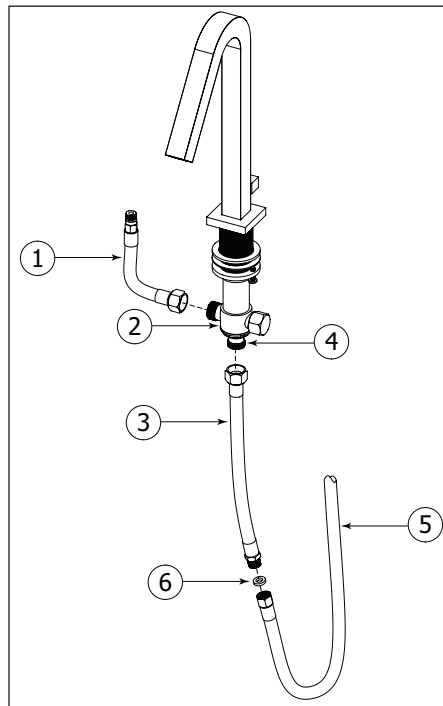

Fig.5
Screw the spout hose (1) to the "T" joint of the faucet base (2). Screw the hose extension of the handshower (3) at the base of the faucet (4). Place the washer (6), then connect the hose extension (3) to the handshower hose (5). Fig. 5.
Visser le boyau de bec (1) au "T" joint de la base du robinet (2). Visser l'extension du boyau de la douchette (3) à la base du robinet (4). Placer la rondelle (6), ensuite connecter l'extension du boyau (3) sur le boyau de la douchette (5). Fig. 5.